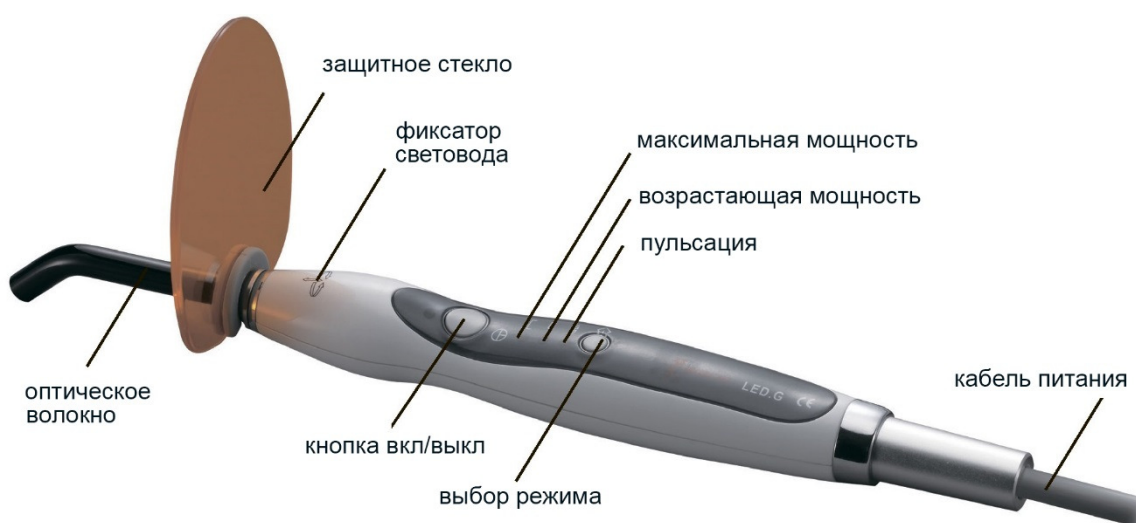

Рисунок 1
LED.G состоит из светодиода высокой мощности, оптического волокна и основного блока. (Рис. 1)
5.3 Установите защитный экран как показано на Рис. 1